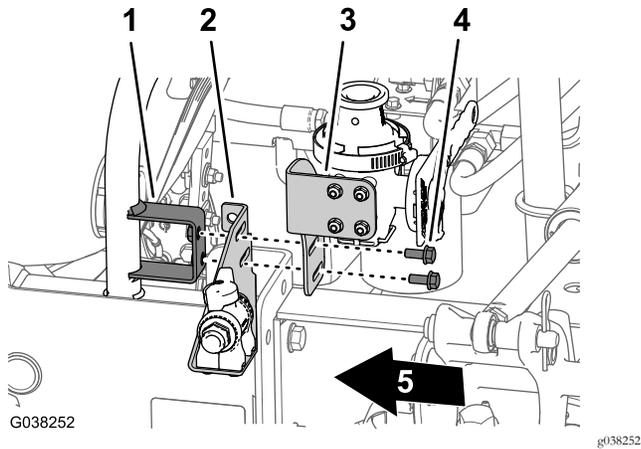

Figure 61
- Placez les fentes du support du régulateur de débit d'agitation et les fentes du support de la vanne de coupure de mélangeur devant les trous du support du régulateur (Figure 61).
- Fixez le support de la vanne d'agitation et le support de la vanne de coupure de mélangeur au support de la patte de fixation du régulateur de débit (Figure 61) à l'aide de 2 boulons à embase (5/16" x 3/4").